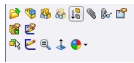

图 8-25 快捷菜单
(4) 也可以用鼠标右键在图形区域单击零部件，弹出的菜单如图 8-25 所示。